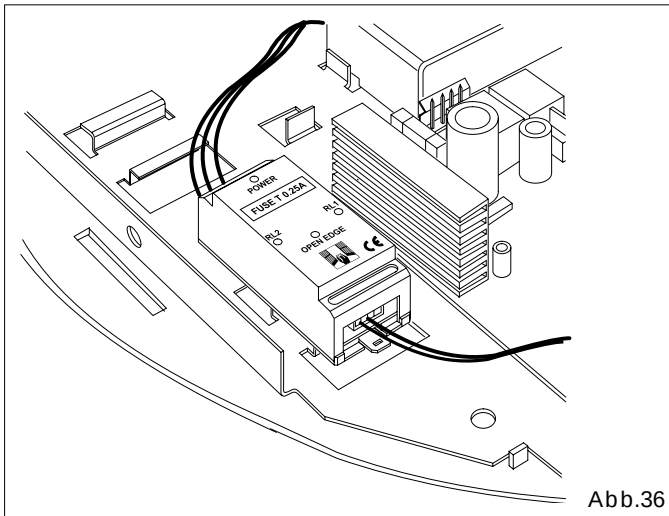

Abb.36
- Ist die Verwendung der Karte für Fühlerleiste CN60-E vorgesehen, ist ein Sitz im Operatorgehäuse in der in Abb.36 dargestellten Position vorgesehen.